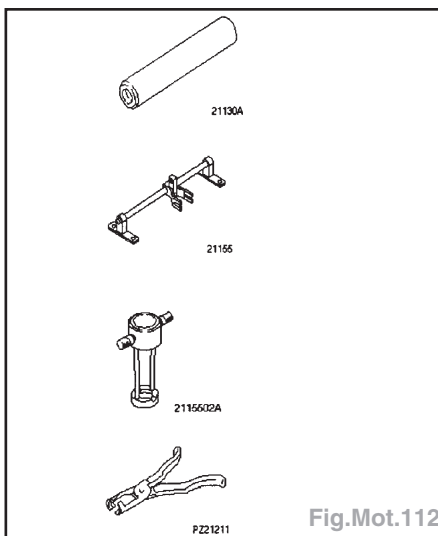

Fig.Mot.112
- Outils spéciaux (Fig.Mot.112) :